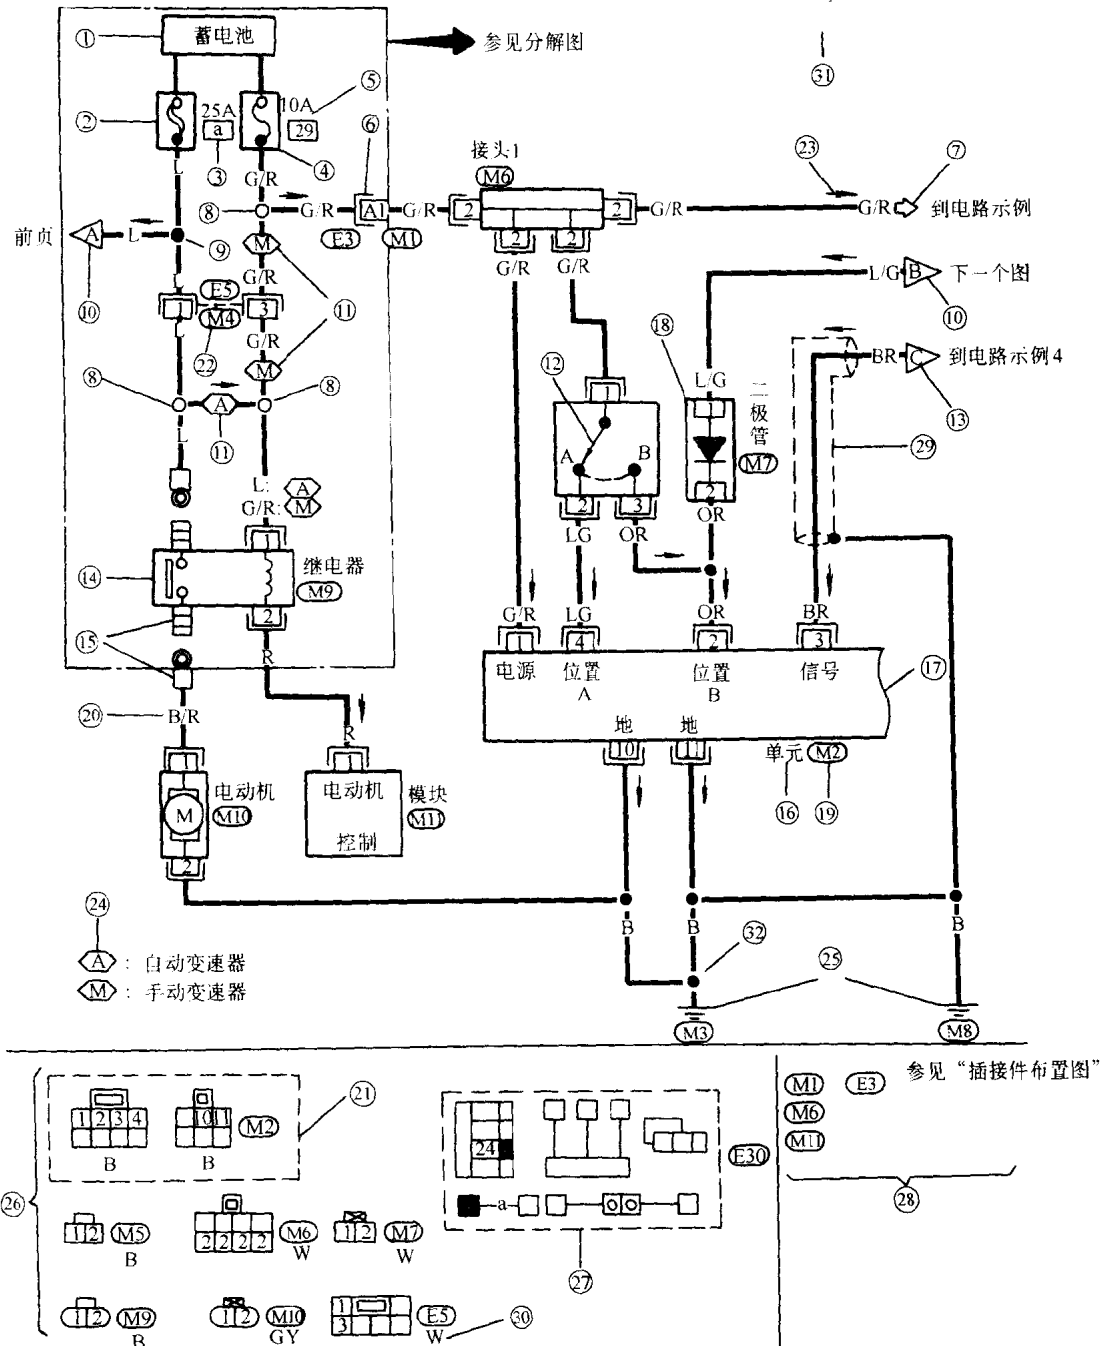
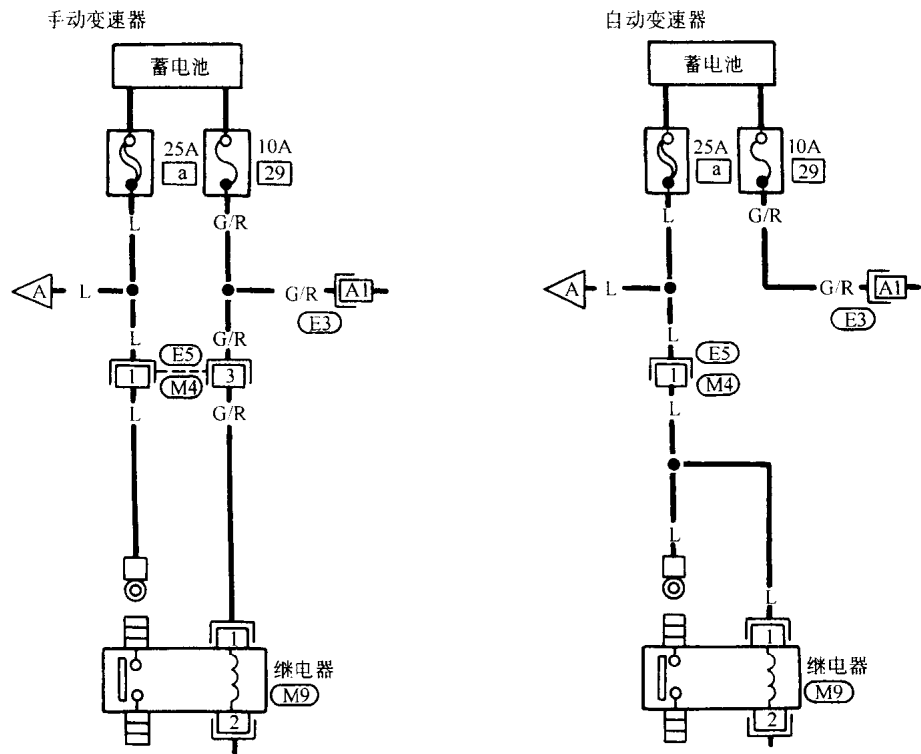

图 0-1 发动机冷却风扇继电器控制电路图
图 0-2 图 0-1 中箭头所指的分解图
(1) 搞清电路图中符号、图形和代号所表示的意义 图 0-1 和图 0-2 所示是电源系统控制电路及其分解图。电路图图中的图形和符号的说明列于表 0-3 中。